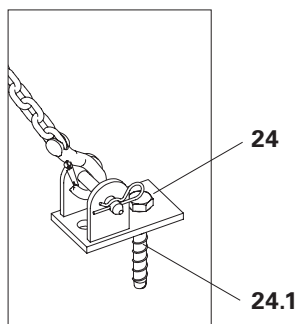

Fig. A7.03b
3. Fissare la catena di ancoraggio alla piastra base con il perno e assicurarlo con l'inserto a molla. (Fig. A7.03b)